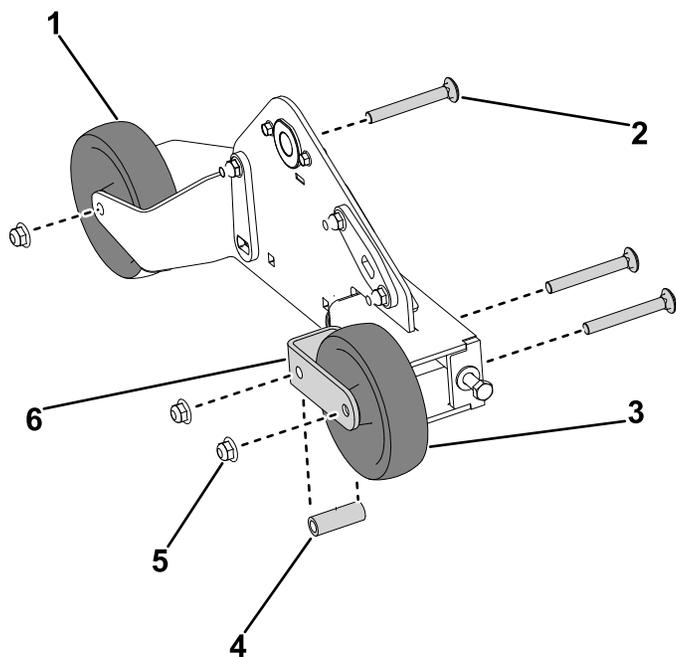

Figura 30
- Montate la forcella del carrello conservata sul supporto del cingolo, e fissate senza serrare con il bullone a testa tonda ($\frac{3}{8}$ " x 3") e il dado di bloccaggio ($\frac{3}{8}$ " (Figura 30).
- Montate la ruota del carrello di destra conservata sulla forcella del carrello e sul supporto del cingolo, e fissate senza serrare con il bullone a testa tonda ($\frac{3}{8}$ " x 3"), la boccola del tenditore e il dado di bloccaggio ($\frac{3}{8}$ " (Figura 30).
- Montate la ruota del carrello di sinistra sul supporto del cingolo, e fissate con il bullone a testa tonda ($\frac{3}{8}$ " x 3"), la boccola del tenditore e il dado di bloccaggio ($\frac{3}{8}$ " (Figura 30).